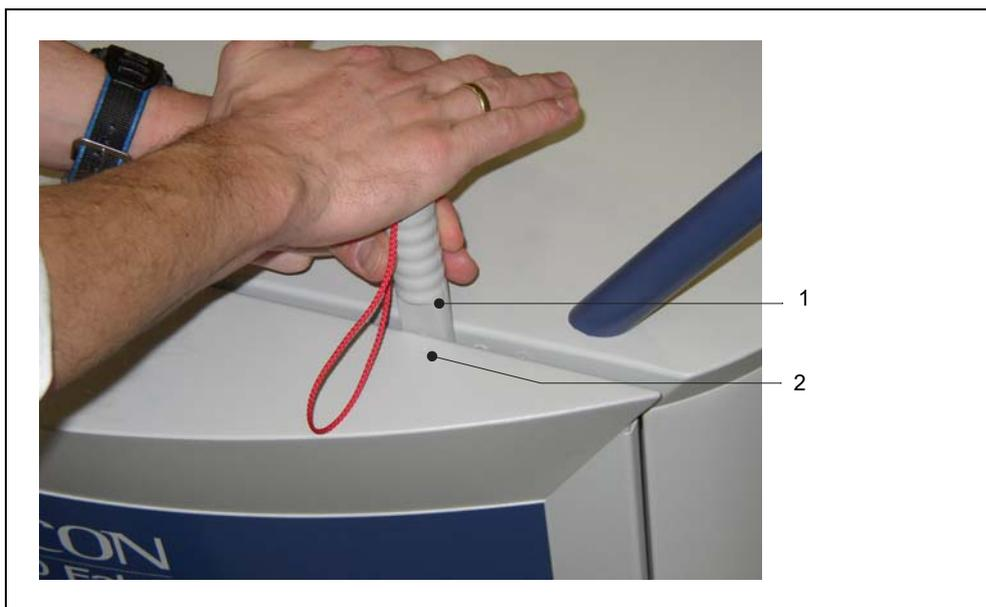

Abb. 9-1 Öffnen des UL1000 / UL1000 Fab
- Seitenwandtrenner wie in Abb. 9-1 gezeigt zwischen Abdeckhaube und Chassis soweit herunterdrücken, bis Abdeckhaube aus der Halte-vorrichtung ausrastet. Abdeckhaube auf beiden Seiten aus der Haltevorrichtung abdrücken. Haube leicht nach aussen kippen und aus den Führungstiften im Geräteboden ausheben.
- Die korrekte Position zum Einsatz des Seitenwandtrenners ist durch einen Körnerschlag auf beiden Abdeckhauben markiert. Siehe hierzu Abb. 9-1/2.